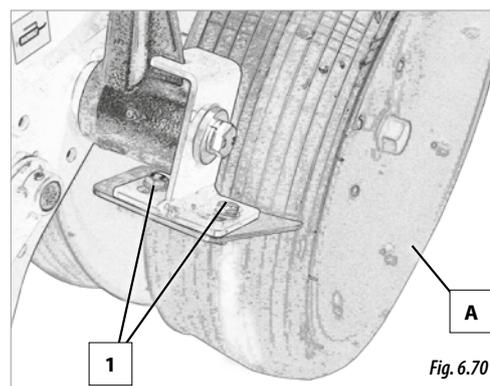

Fig. 6.70
- Les roues de jauge (A, Fig. 6.70).
Les grattoirs des roues de jauge se règlent à l'aide de vis (1, Fig. 6.70). Réglez les grattoirs à une distance de 3-4 mm de la roue.